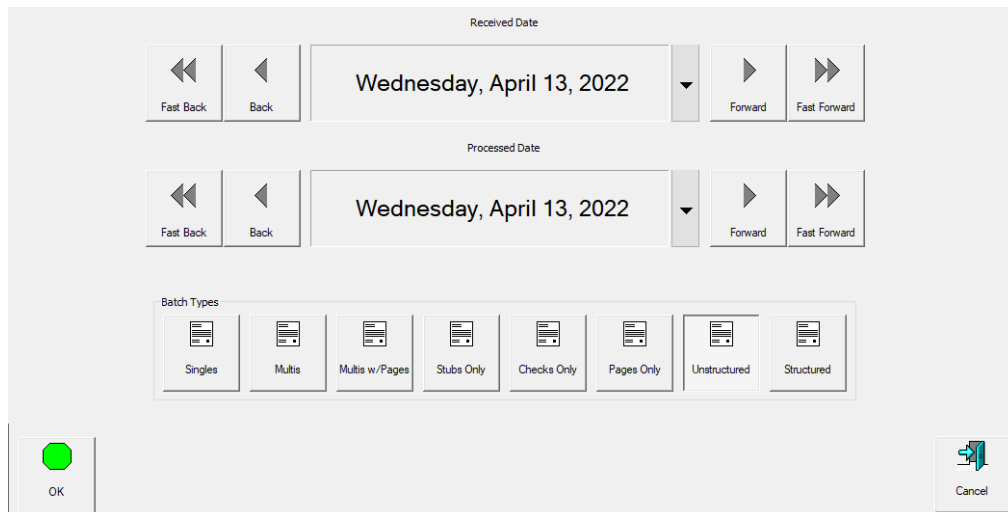

Abbildung 3-10: Aufforderung zur Eingabe von Verarbeitungs- und Empfangsdaten
- Eingabeaufforderung zum Ändern von Auftragsart, Verarbeitungs- und Empfangsdatum: Erfordert vom Bediener die Auswahl der Auftragsart und/oder der Bearbeitungsdaten. Klicken Sie nach der Auswahl auf die Schaltfläche **OK**, um fortzufahren (Abbildung 3-10).